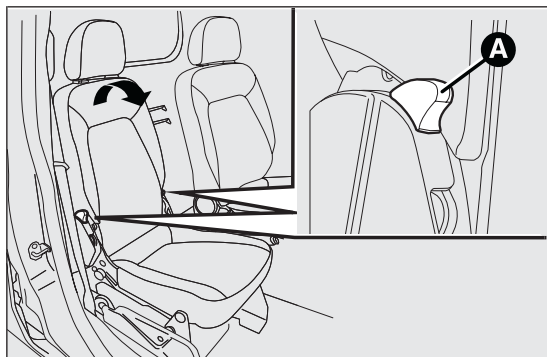

fig. 18
- actuar en las palancas A fig. 18 y abatir los asientos actuando en el sentido indicado por la flecha;